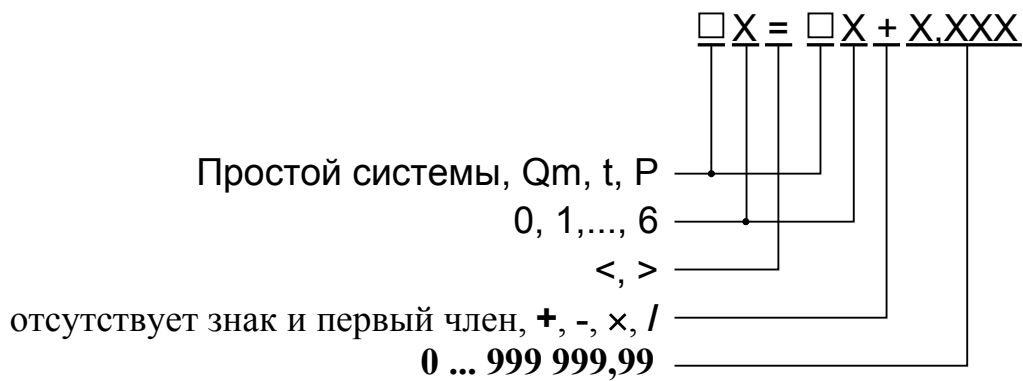

Рис. 4. Структура и возможные значения членов формулы реакции на нештатную ситуацию.
- присваивания оцениваемому параметру конкретного значения или определенной зависимости от другого аналогичного параметра в виде формулы, структура и возможные значения членов которой приведены на рис.4;